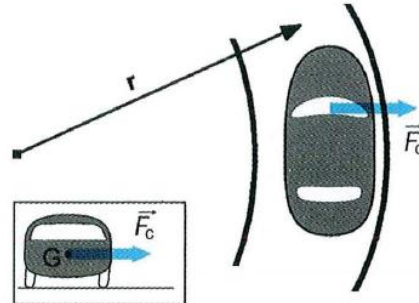

Figure 1.13 • Action de la force centrifuge en virage.
- lors des **virages**, un phénomène de **force centrifuge** apparaît qui exerce un effort latéral sur le véhicule (figure 1.13) :